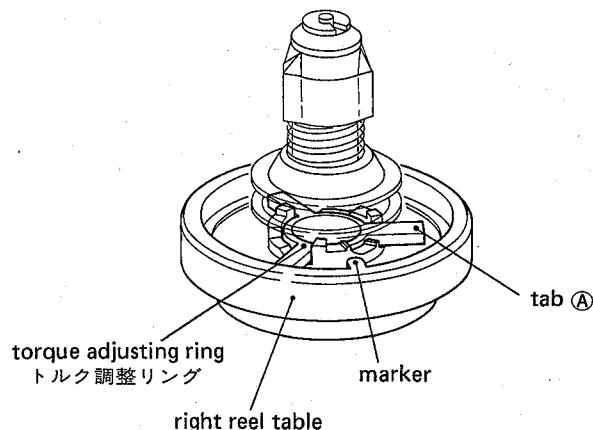

Fig. 4-6
- If the take-up torque is still out of the limits, adjust the torque adjusting ring provided on the right reel table. The torque can be adjusted to three values as shown in fig. 4-6. Turn the torque adjusting ring with the tab A, pulling slightly upward, and place the tab on one of three stepped portions having pawls to fix the tab.
- もしテイクアップ・トルクが更に規定値から外れている場合は、右リール台のトルク調整リングを回して調整する。トルクは図4-6に示すように3段階に調整できる。リール台のマーカのある部分だけ階段部分にツメが設けられているので、調整時にはタブⒶを持ち上げるようにしてトルク調整リングを回す。